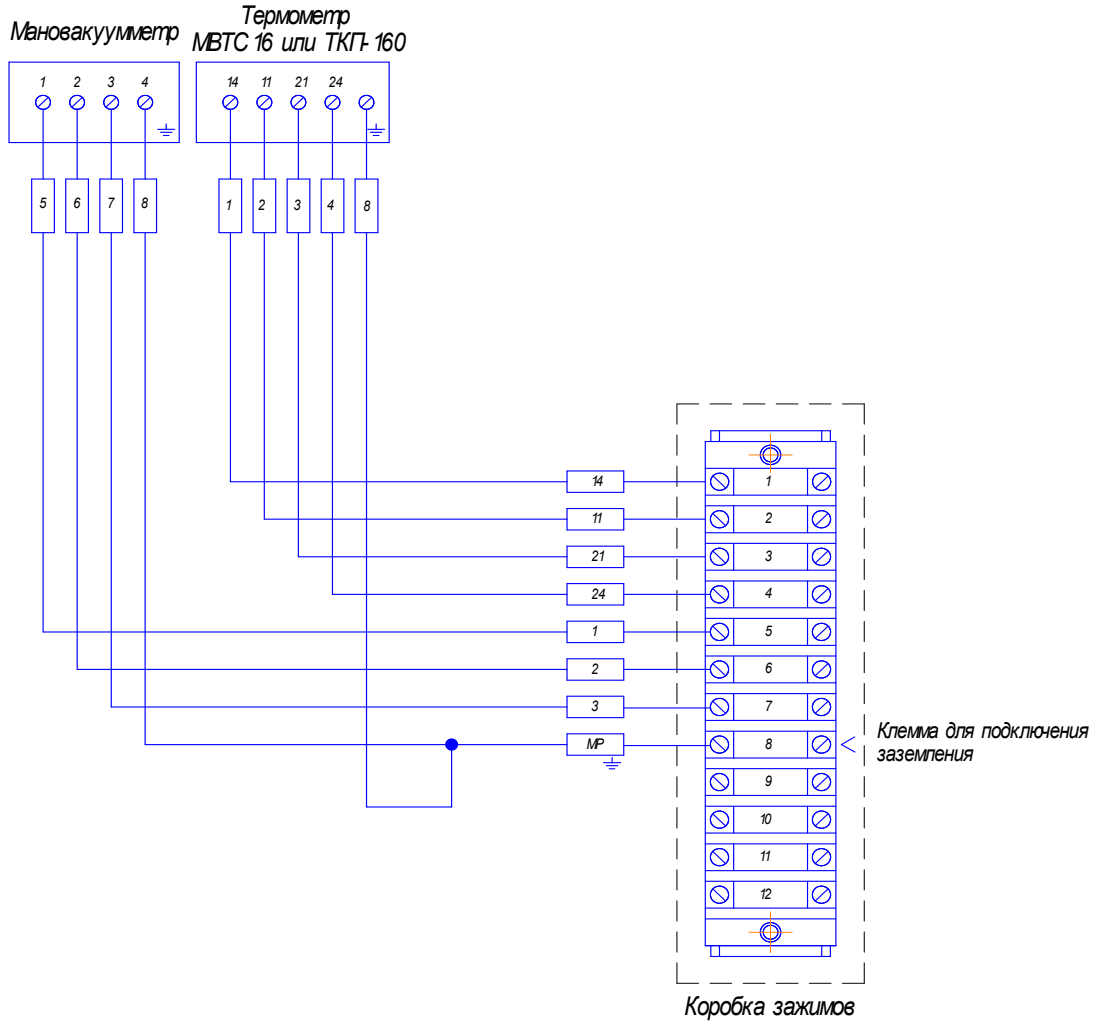

Рисунок 4
На гильзе трансформатора устанавливается биметаллический термометр МВТС-16 или ТКП-160 для измерения температуры верхних слоёв масла. Контакты биметаллического термометра соединены проводами с клеммной коробкой (рис. 4).
4.4. Для контроля внутреннего давления в баке и сигнализации о превышении давления в баке допустимых величин, на крышке трансформатора установлен мановакуумметр. Контакты мановакуумметра проводами соединяются с клеммной коробкой (рис. 4).